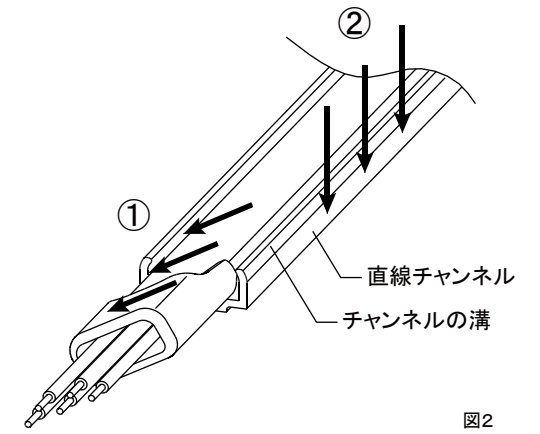

図2
(4) 図2のようにチャンネルの溝へ ①製品を斜めに入れ、
②ゆっくりと奥の方へ順次押し込み固定します。
取り外す場合は、図2のように製品の端を②と逆方向(上)に